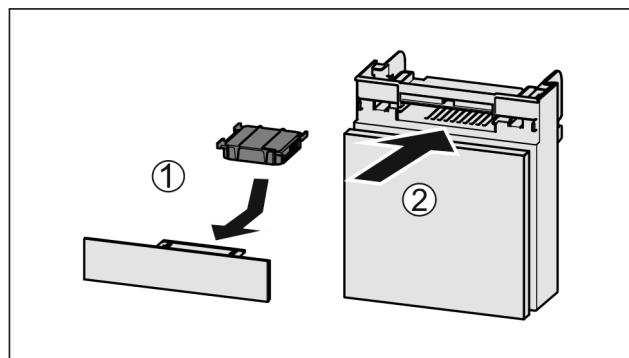

Fig. 32
- ▶ Wkładać Fig. 32 (1) filtr z węglem aktywowanym zgodnie z ilustracją.
- ▶ Wsunąć komorę Fig. 32 (2).